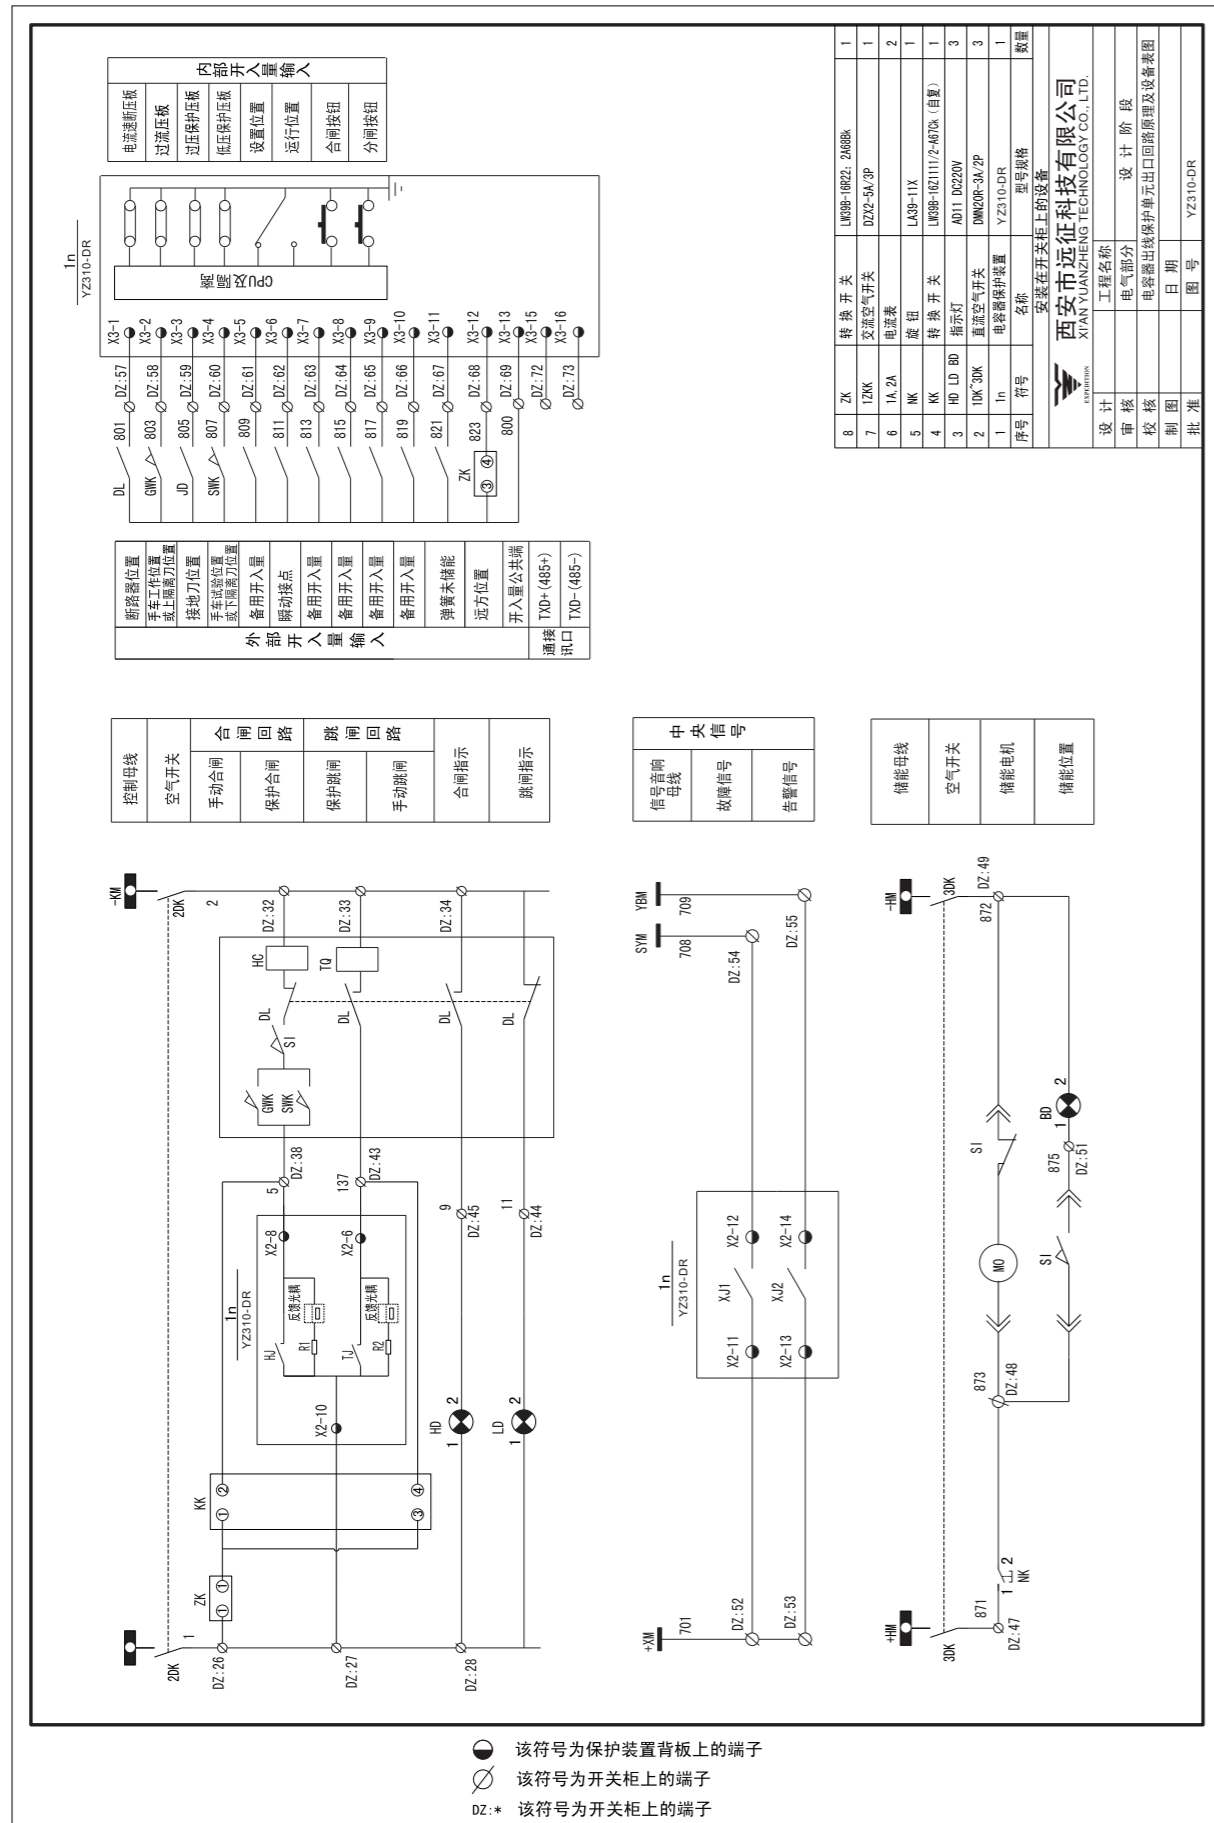

图10-11 YZ310-DR出口回路原理及设备图
- YZ310-DR出口回路原理及设备图 (见图10-11)